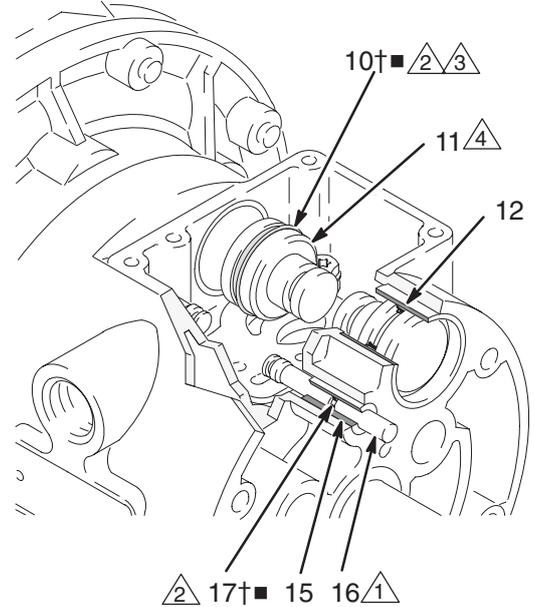

Abb. 10
4. Die beiden Stellmotorkolben (11) aus den Lagern (12) ziehen. Die Packungen (10) von den Kolben abziehen. Die Führungsstifte (16) aus den Lagern (15) ziehen. Die O-Ringe (17) von den Führungsstiften abziehen. Siehe Abb. 10.
6. Die Lager (12, 15) im eingebauten Zustand überprüfen. Siehe Abb. 10. Die Lager sind konisch; wenn sie schadhaft sind, müssen sie von außen ausgebaut werden. Dies erfordert den Ausbau der materialbenetzten Teile. Siehe Seite 22.
4. An jedem Führungsstift (16) einen O-Ring (17†■) einbauen. Stifte und O-Ringe fetten. Die Stifte mit dem **schmalen** Ende voran in die Lager (15) einschieben. Siehe Abb. 10.
5. An jedem Stellmotorkolben (11) eine Packung (10†■) einbauen, so dass die Lippen der Packungen zum **schmalen** Ende der Kolben weisen. Siehe Abb. 10.
6. Die Packungen (10†■) und Stellmotorkolben (11) fetten. Die Stellmotorkolben mit dem **dicken** Ende voran in die Lager (12) einschieben. Das schmale Ende des Kolbens frei lassen. Siehe Abb. 10.